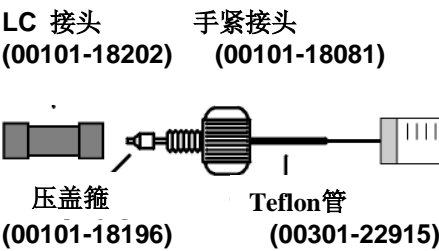

图8-3. 注射器和注射器接头组件
c. 将注射器针头端部从注射器接头组件上的Teflon管端取下，见图8-3。